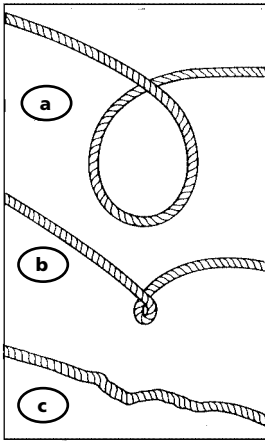

Figura 11
3. EVITE LA FORMACIÓN DE TORCEDURAS EN EL CABLE ANTES DE QUE OCURRAN (vea la figura 11).